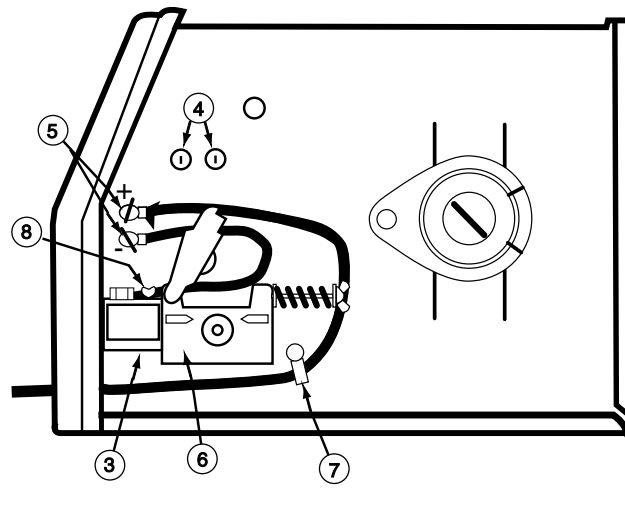

Figura 1
Véase la Figura 1
Véase Figura 1.
2. Pase la punta aislada del cable de trabajo que tiene la terminal de conexión a través del orificio pequeño para Acceso del Cable de Trabajo (1) al frente de la máquina.
3. Enrute el el cable por debajo y atrás de la caja de engranajes del Mecanismo de Alimentación (6).
4. **Sólo para GMAW:** Véase la Figura 1. De fábrica la máquina viene conectada con una polaridad positiva de electrodo. Esta es la configuración adecuada para el proceso GMAW (MIG). Para terminar la instalación, utilice la tuerca que se proporciona para conectar la terminal del cable de trabajo a la terminal (5) de salida negativa (-) localizada debajo de la Caja de Engranajes de Alimentación de Alambre. Asegúrese que las tuercas estén bien apretadas.
1. Consulte la Figura 1. Desconecte la máquina o coloque el interruptor de encendido en la posición "O" (APAGADO).
2. Pase una por una las puntas aisladas de los cables de control del gatillo de la antorcha, a través de la Ranura de Acceso del Cable de Control y del Cable de la Antorcha (2) en el frente del gabinete. Los cables deberán pasar por debajo de la Caja de Engranajes de Alimentación de Alambre (6) y a través del Sujetador de Cable (7) en el panel interno.
3. Inserte el conector del cable conductor de la antorcha a través del Orificio de Acceso del Cable de la Antorcha (2), en el frente del gabinete de la MIG PAK. Asegúrese de que el conector entre totalmente en el bloque conector de latón. Si el conector de la antorcha no entra por completo, desenrosque un poco el tornillo mariposa del bloque conector. Gire el conector para que los cables de control queden abajo, y apriete el Tornillo Mariposa (8) del bloque conductor.